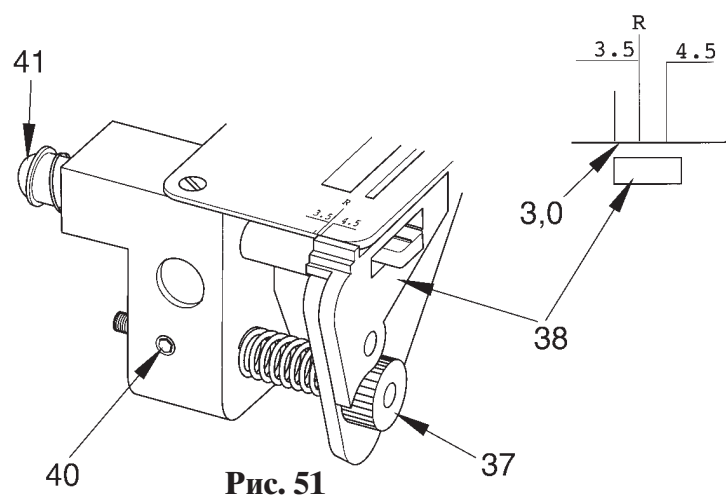

Рис. 51
Если ручка регулятора ширины шва 37 установлена на самое малое или самое большое значение, держатель 38 должен находиться на одной линии с маркировками (рис. 51).
- Проверьте визуально положение держателя нижнего ножа (рис. 51).